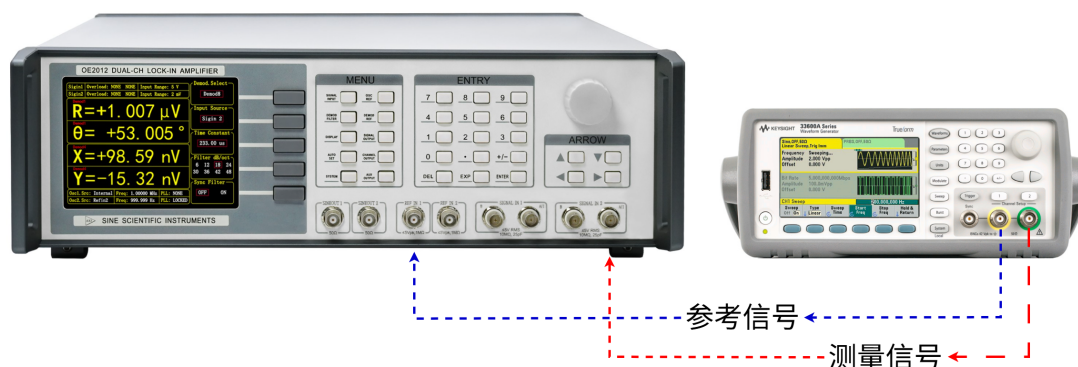

图 92. 信号线连接图
2. 用一条带 BNC 接头的信号线连接函数信号发生器的输出接口和 OE2012 前面板 SIGNAL IN 1 的 IN+ 接口，用另一条带 BNC 接头的信号线连接函数信号发生器的同步参考信号接口和 OE2012 前面板的 REF IN 1 接口，如图92所示：